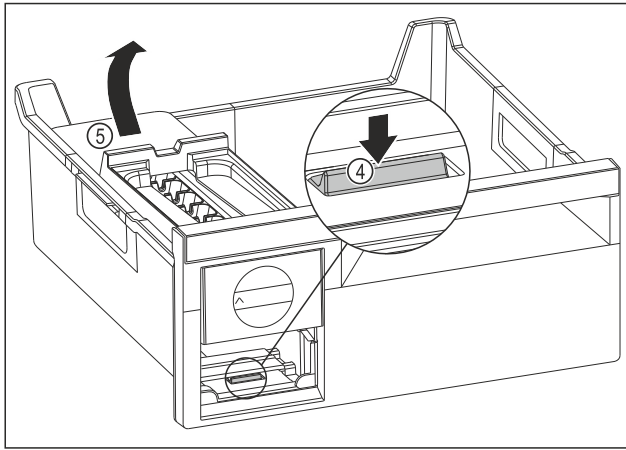

Fig. 293
- ▶ EasyTwist-Ice-Korpus entnehmen: Lasche Fig. 293 (4) mit Finger nach unten drücken und gleichzeitig mit der anderen Hand den EasyTwist-Ice-Korpus Fig. 293 (5) von hinten anheben.